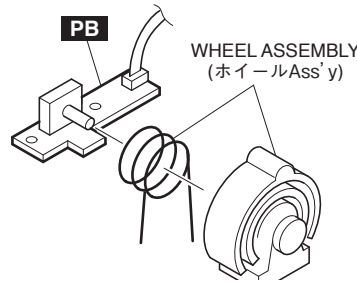

Fig.7 (図 7)
- 12-5 Pull out the wheel assembly from the PB circuit board. (Fig.7)
- 12-5 PB シートからホイール Ass'y を抜いて外します。(図 7)